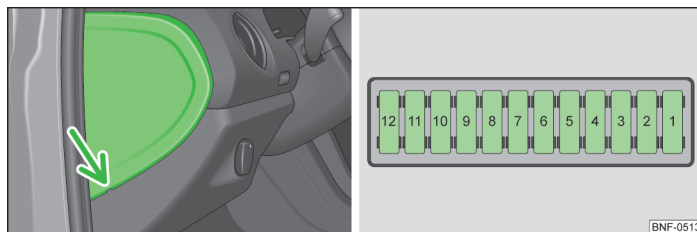

Fig. 126 I instrumentpanelet i førersiden: Sikringsboksens afdækning / Skematisk visning af sikringsboksen
- Stik en egnet flad genstand, fx en skruetrækker, ind i spalten i pileområdet » Fig. 126, vip forsigtigt afdækningen af, og tag den af.